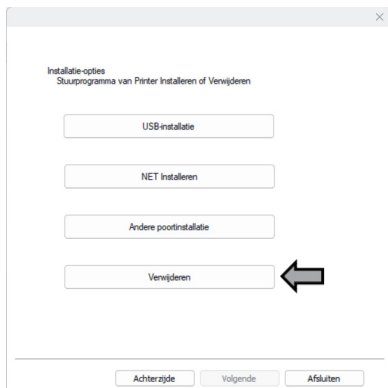

Bild 21
- ② Öppna gränssnittet "Installera och avinstallera", klicka på knappen "Avinstallera" och vänta tills drivrutinen har tagits bort (se bild 21 och 22).